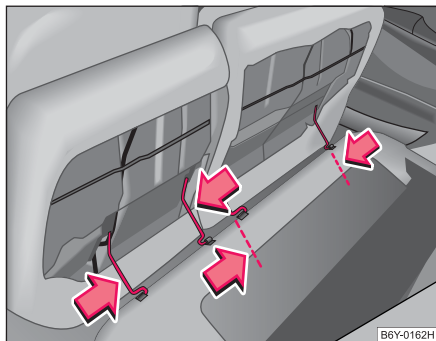

Abb. 51 Rücksitzbank herausnehmen
- Drücken Sie die Drahtbügel in Pfeilrichtung ⇒ Abb. 51 und nehmen Sie die Rücksitzbank aus der Halterung.